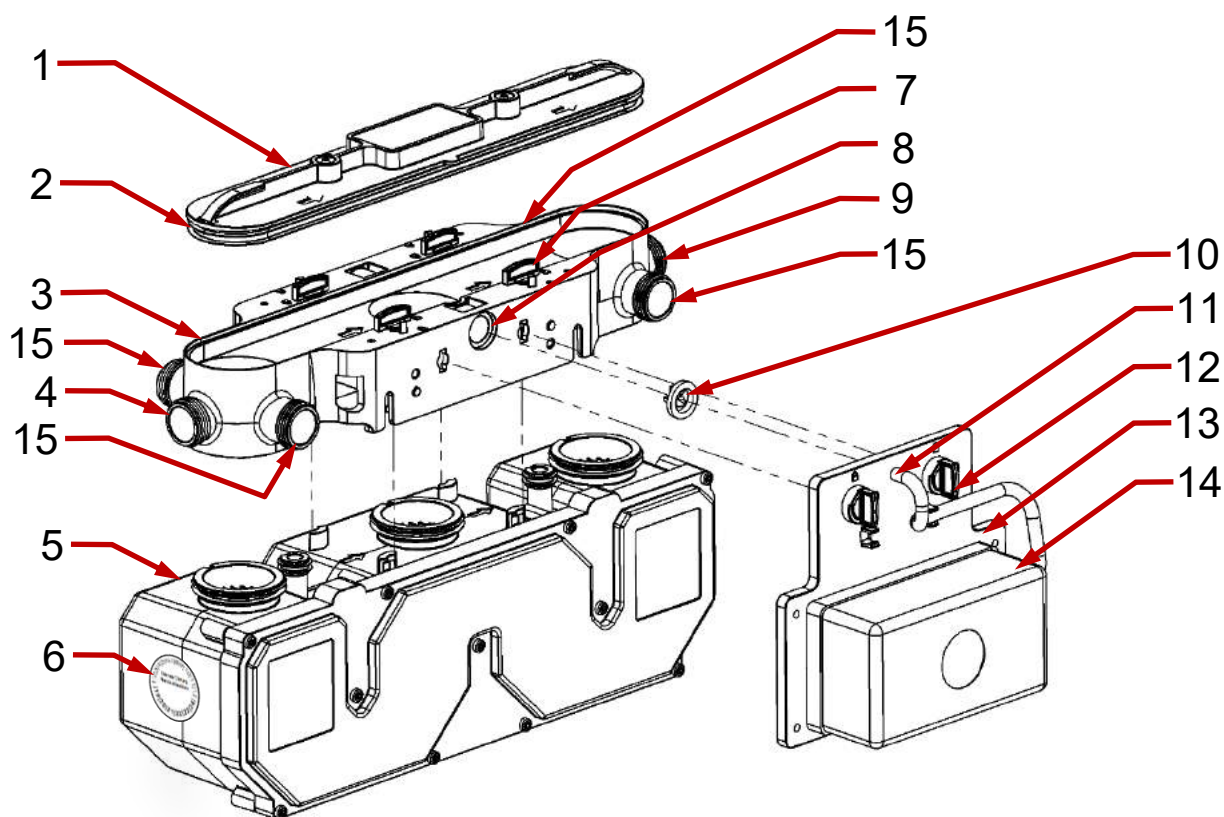

Figura 1: Struttura di base Purecondens® Gas 400
I due componenti principali di Purecondens® (Figura 1) sono la cartuccia (5) e il ripartitore (3), collegati tramite quattro chiavi per ripartitore (7).